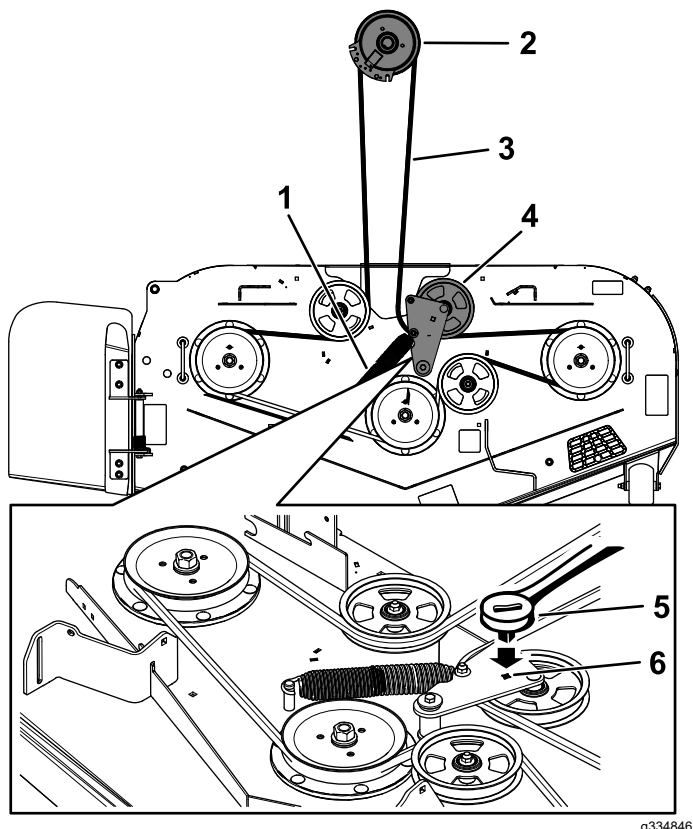

Figure 65
5. Insérez un rochet de  $\frac{3}{8}$  pouce dans le trou carré du bras de la poulie de tension pour détendre le ressort de la poulie de tension (Figure 65).
7. Enlevez le guide-courroie situé sur le bras de la poulie de tension rappelé par ressort (Figure 65).
9. Acheminez la courroie neuve autour des poulies du tablier de coupe et de la poulie d'embrayage, sous le moteur (Figure 65).
10. Montez le guide-courroie sur le bras de la poulie tension (Figure 65).
11. Insérez le rochet de  $\frac{3}{8}$  pouce dans le trou carré et installez le ressort de la poulie de tension (Figure 65).